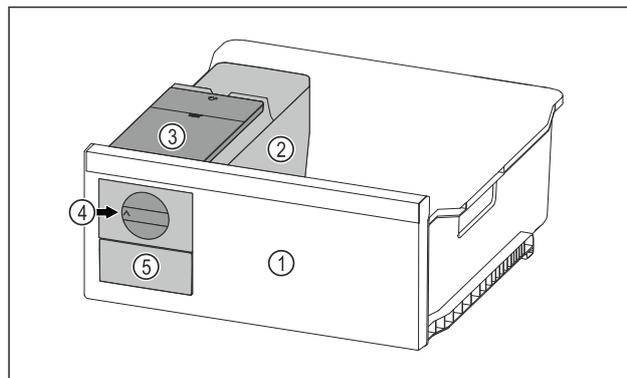

Fig. 97 Przykładowa prezentacja
- ▶ Pokrętko Fig. 97 (4) obrócić zgodnie z ruchem wskazówek zegara.
- ▷ Kostki lodu wypadają do pojemnika na kostki lodu w szufladzie na kostki lodu Fig. 97 (5).